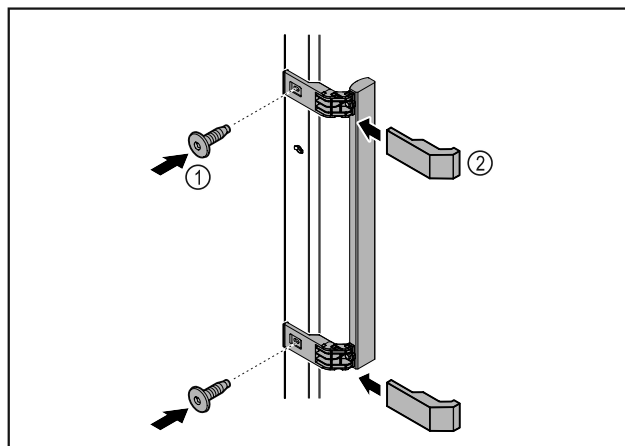

Fig. 3
- ▶ Zamontować uchwyt z dodatkowego opakowania na drzwiach przy użyciu dotychczasowych śrub Fig. 3 (1).
- ▶ Założyć osłonę Fig. 3 (2).